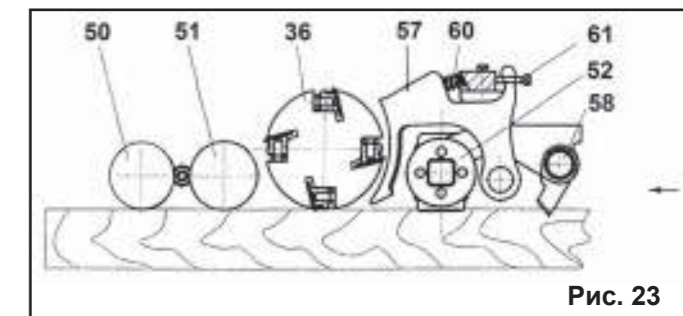

Рис. 23
10.8.2. При подаче заготовки (Рис. 23) ролики (50, 51, 52) продвигают ее по стрелке, а рабочий вал (36) вращается навстречу подачи. Антиотбрасыватель (58) (Рис. 23) предотвращает выброс заготовки назад во время подачи.
10.8.1. Стружколом (57) (Рис. 23) отрегулирован на